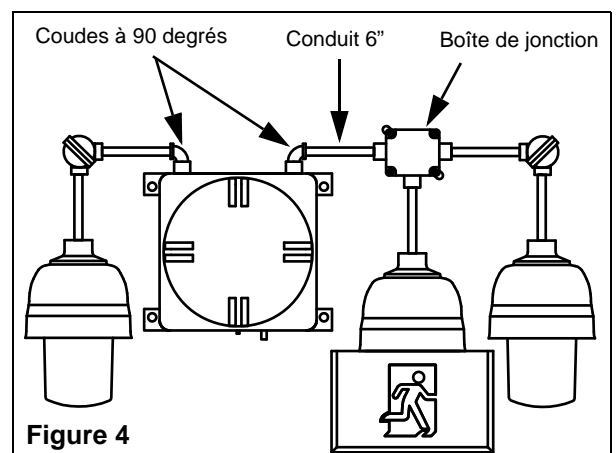

Figure 4
2. Enlever la vis pour démonter le coude articulé (voir figure 4). Passer les fils de l'enseigne de sortie à travers le coude à 90° au dessus du boîtier. Utiliser un conduit de 6 po pour raccorder le coude articulé au coude à 90°. Ne pas allonger le conduit à moins qu'un joint d'étanchéité ne soit posé en dessous de 18 po du boîtier. Fixer les raccords en permanence et les resserrer. Remonter le coude articulé.
1. Enlever le couvercle de la boîte de jonction (voir figure 4) et retirer les bouchons d'obturation des conduits à l'intérieur.